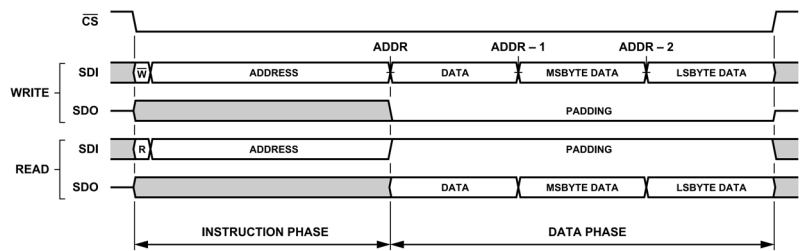
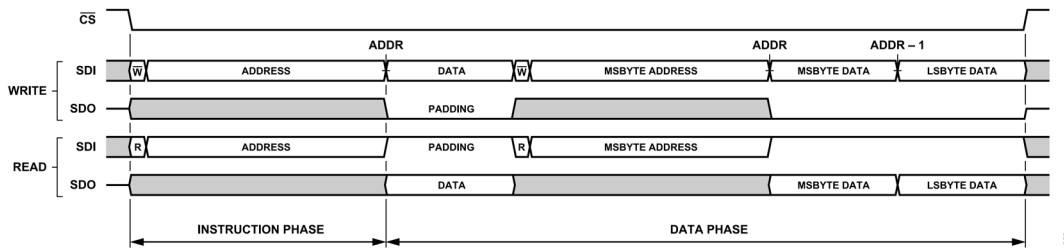
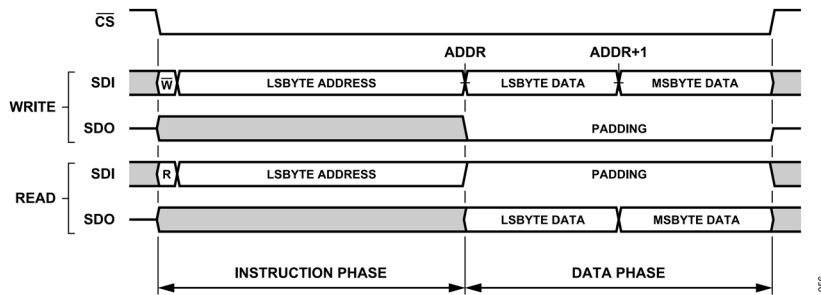

図 54. インターフェース・アクセスの例、インターフェースのデフォルト設定、ストリーミング・モード (ADDR_ASCENSION = 0)
図 55. インターフェース・アクセスの例、単一命令モード (SINGLE_INST = 1)、その他すべてのインターフェース・オプションのデフォルト
図 58. 単一命令フォーマット、ADDR_ASCENSION = 1 (インクリメント)、STRICT_REGISTER_ACCESS = 1 (イネーブル)
図 54 は、デフォルトのインターフェース設定を使用したシリアル・トランザクションの汎用 SPI フレーム・フォーマットを示しています。この例では、バイト幅レジスタとマルチバイト・レジスタで構成される設定レジスタ空間の一部がアクセスされます。バイト幅レジスタのアドレスは最上位アドレス (ADDRESS) にあり、マルチバイト・レジスタの最上位バイトはレジスタ・セグメントの最下位アドレスにあります。デフォルトでは、ADDR_ASCENSION プロパティは降順に設定されています。これは、最上位のレジスタのアドレスが命令フェーズ
単一命令モード (SINGLE_INST = 1) では、メモリ・アクセス・コントローラは、図 55 に示すように、所与の SPI フレーム内でアクセスされる各レジスタに対して伝送する命令フェーズを必要とします。このモードは、特定の SPI フレーム内でレジスタ空間の隣接していないセクションへのアクセスが必要な場合に便利です。ストリーミング・モードでは、一意のレジスタ・アクセスごとに新しい SPI フレームを開始することで、同じアクセスの柔軟性を実現できることに注意してください。
前のセクションで説明したように、アドレス・アセンション選択 (ADDR_ASCENSION) ビットは、ストリーミング・モード (SINGLE_INST=0) で AD4083 に伝送されるデータの各バイトに対して内部インターフェース・アドレス・ポインタがどのように更新されるかを決定します。単一命令モード (SINGLE_INST = 1) を使用する場合、各レジスタは、図 55 に示されるように、それ自身の命令フェーズを通して直接アドレス指定され、したがって、アドレス・ポインタは更新されません。SINGLE_INST の設定にかかわらず、ADDR_ASCENSION ビットは、命令フェーズの開始アドレスの選択およびデータ・フェーズ・ペイロードのバイト順序に関して、SPI フレームのフォーマットに直接影響します。この影響については、厳密アクセス選択とマルチバイト・レジスタのセクションで詳しく説明します。これは、データ・フォーマットの多くがこのインターフェース設定の選択に依存しているためです。ADDR_ASCENSION 選択ビットは、インターフェース設定 A レジスタ (インターフェース設定 A レジスタのセクションを参照、アドレス 0x00) にあります。
この概念を拡張すると、STRICT_REGISTER_ACCESS = 1 の場合、データ転送の最初のエンティティとしてマルチバイト・レジスタにアクセスする SPI フレームは、命令ワードの開始アドレスを ADDR_ASCENSION 選択に対応するように正しく設定する必要があります。アドレス・カウンタが自動的にデクリメントする場合 (ADDR_ASCENSION = 0) は、そのマルチバイト・レジスタの最下位バイトのレジスタ・アドレスを先頭アドレスとし、逆に自動的にインクリメントする場合は、最上位バイトのレジスタ・アドレスを先頭アドレスとします。ADDR_ASCENSION が自動アドレス・デクリメント (0) から自動インクリメント (1) に変更された結果、図 54 と図 55 は、図 57 と図 58 に示すように変更され、データ・フェーズ・バイト順序および命令フェーズ・マルチバイト・レジスタ開始アドレスの変更に対応します。